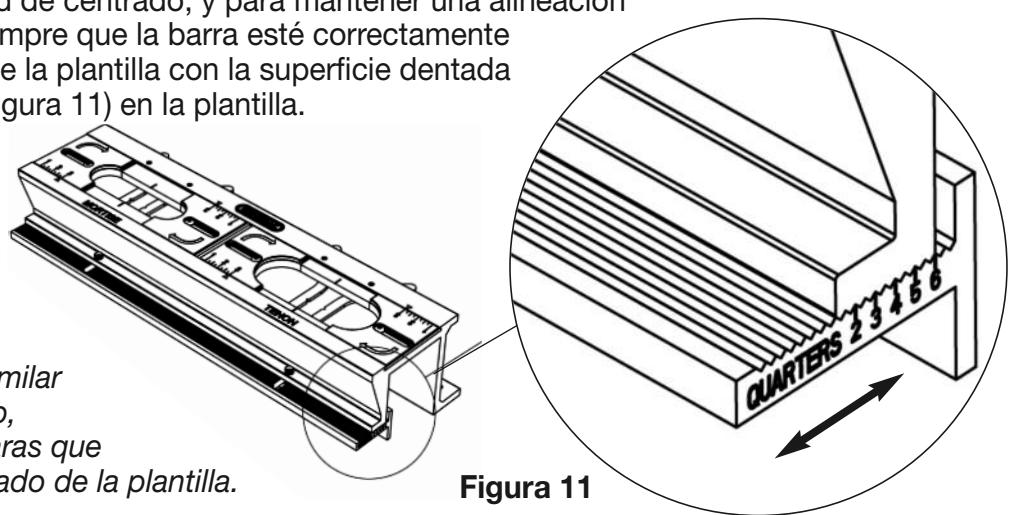

Figura 11
- Las marcas están en el extremo de la espiga de la pared de centrado [4A]. Utilice las unidades de "cuarto" para ajustar el grosor de su pieza en "cuartos". Por ejemplo: Si usted utiliza una pieza de 3/4" (tres cuartos) alineeelo en el número "3" con la pared interior de la plantilla (Figura 11), y la pieza estará en el centro nominal de las plantillas.
- Cuando ajuste la pared de centrado, y para mantener una alineación paralela, asegúrese siempre que la barra esté correctamente sentada en el cuerpo de la plantilla con la superficie dentada que haga juego [4B] (Figura 11) en la plantilla.